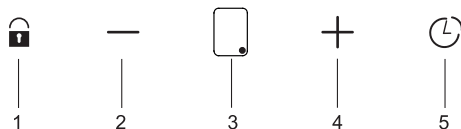

Abb. 8: Stufenregler vom Gebläse
- 2.** ➔ Erhöhen Sie die Gebläsestufe indem Sie die Taste drücken + (Abb. 8/4).
- 3.** ➔ Reduzieren Sie die Gebläsestufe indem Sie die Taste drücken - (Abb. 8/2).